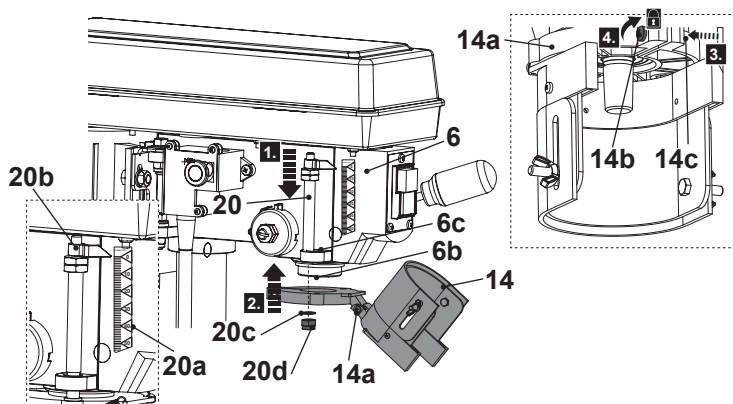

Fig. 5
1. Alinee y pase la escala de profundidad (20) por el orificio del anillo (6c) del cabezal de la máquina (6) (Fig. 5, paso 1).
3. Deslice la abrazadera (14a) sobre el cuello del husillo (6b) (Fig. 5, paso 2).
4. Pliegue la protección del mandril (14), luego fije la arandela (20c) y la tuerca (20d) a la escala de profundidad (20) desde ambos lados de la abrazadera (14a).
5. Apriete la escala de profundidad (20) para bloquearla en su posición, y luego incline hacia abajo la protección del mandril (14).
6. Empuje para bloquear la tuerca (14c) en la abrazadera (14a) (Fig. 5, paso 3) y, a continuación, apriete el perno de la cruceta (14b) en el sentido de las agujas del reloj para fijar la abrazadera (14a) en el cabezal de la máquina (6) (Fig. 5, paso 4).